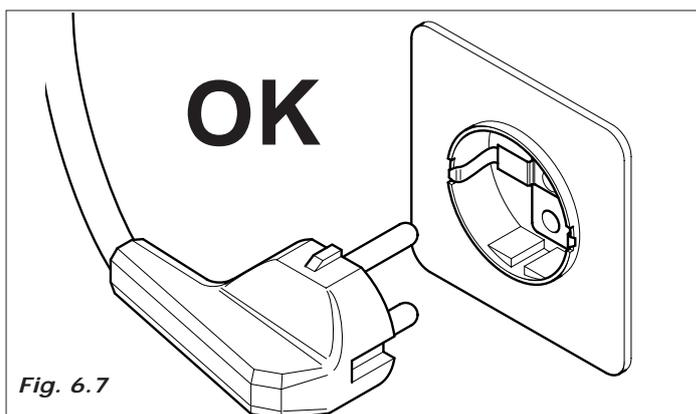

Fig. 6.7
- O distribuidor é equipado de cabo de alimentação H05VV-F 3x1,5mm2, com tomada SCHUKO (Fig. 6.7).